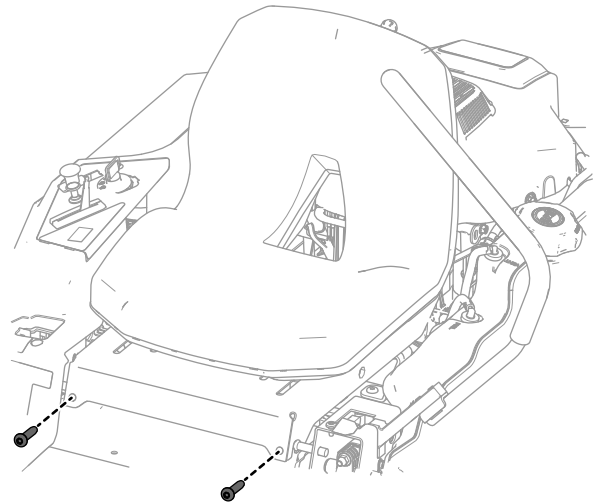

Figura 3
5. Retire los 2 pernos que sujetan el conjunto de asiento existente a la barra de pivote (Figura 3).